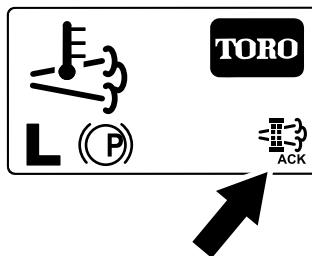

Figura 50
8. L'InfoCenter visualizza la schermata Home e l'icona della rigenerazione (Figura 50) è presente nell'angolo in basso a destra della schermata mentre la rigenerazione procede.